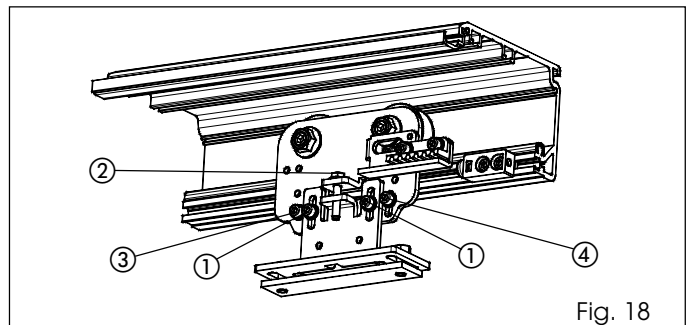

Fig. 18
• Afloje ligeramente los dos tornillos hexagonales fig. 18 ref. ①.
• Gire el tornillo (fig. 18 ref. ②) en sentido horario para subir las hojas o bien en sentido antihorario para bajarlas.
• Afloje los dos tornillos hexagonales (fig. 18 ref. ③ y ④).
• Haga deslizar el tornillo de fig. 18 ref. ④ por el interior de la ranura, de modo que la rueda de contraempuje, durante el movimiento del carro, se deslice sobre el perfil sin bloquearse. Compruebe que se pueda bloquear la rueda sin que por ello se pare el carro.